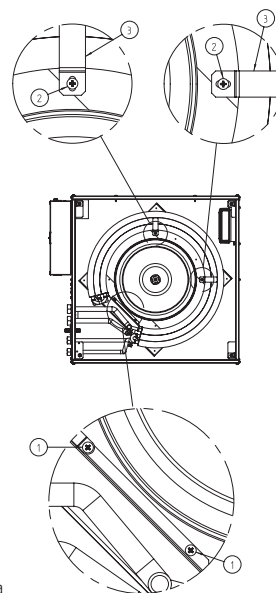

Fig. 27a
- Après l'enlèvement de la pompe du condensat, dévisser les 2 vis comme indiqué en Fig.27a, en faisant attention au câble du moteur au-dessous (voir dessin agrandi de Fig.29b et 30b).
- Enlever les 2 vis des brides de fixation de la batterie, comme indiqué en Fig.27a, point 2 et 3, et soutenir solidement l'échangeur.